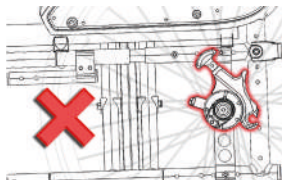

Figure 21
6. Verificare che il Kit sia fissato saldamente ai perni/dadi della carrozzina. La corretta posizione di fissaggio è illustrata nella Figura 20. Le Figure 21 e 22 mostrano esempi di posizionamento non corretto.